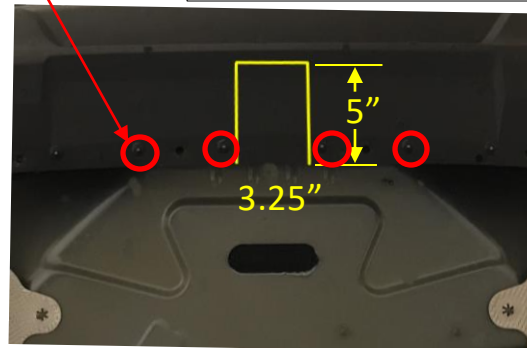

Figura 3
- Retirar el sensor de retroceso (si corresponde):** con una broca de 1/4", quitar los remaches centrales (4) que sujetan el sensor de retroceso en su lugar.
- Recortar la fascia:** si corresponde, mover el sensor de retroceso a un lado para evitar cortarlo durante el recorte. Localizar el centro de la fascia y recortar la fascia del vehículo según la **Figura 3**. * Las dimensiones son aproximadas.